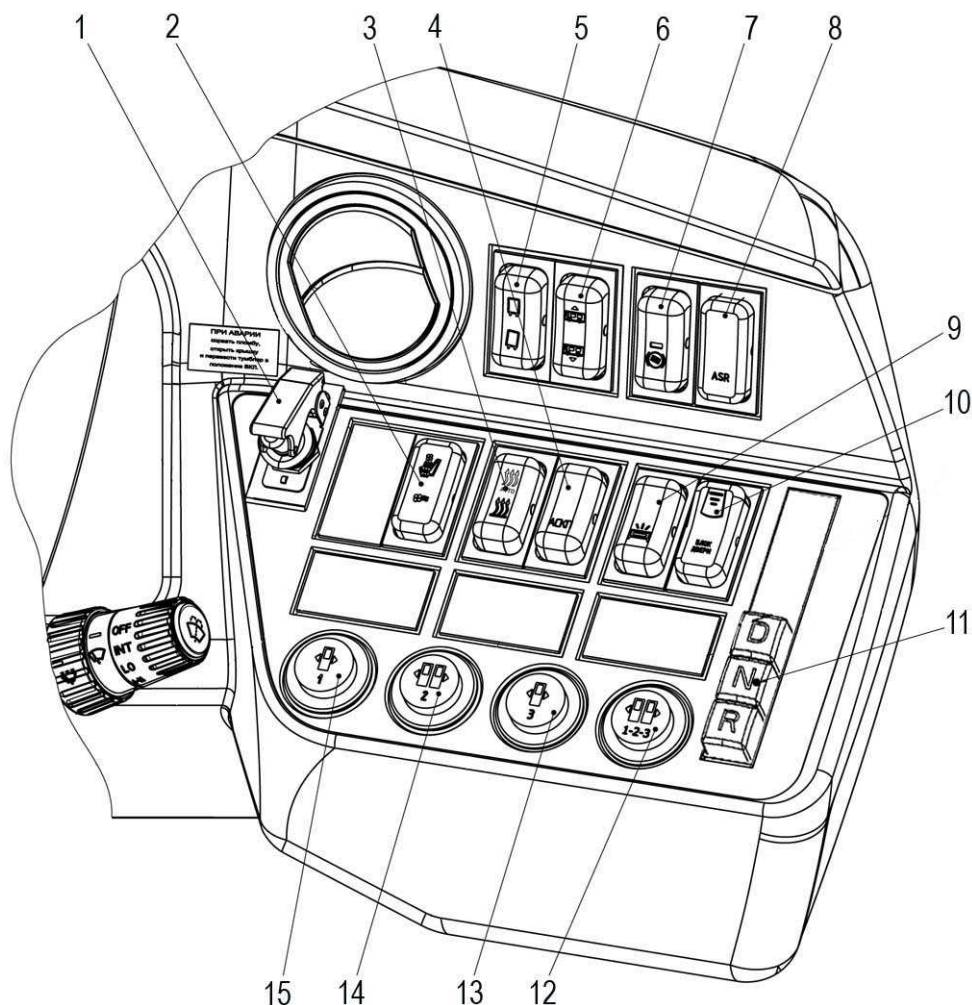

Рис. 3.7. Правая группа органов управления
- 8 – правая верхняя панель щитка приборов (см. рис. 3.7);
- 9 – правая нижняя панель щитка приборов (см. рис. 3.7);
- нажать клавишу 8 (рис. 3.7) разблокировки рулевой колонки;
- 3 – правая группа органов управления (рис. 3.7);